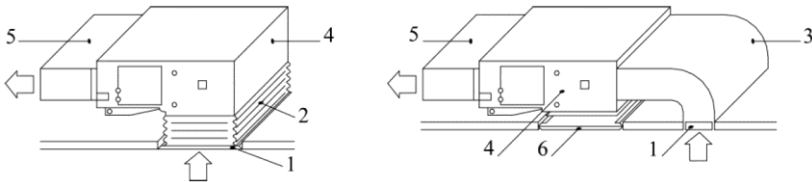

Fig. 12
- e. La manera de instalación debe elegirse teniendo en cuenta las condiciones del edificio, mantenimiento, etc. (Ver la fig. 12).